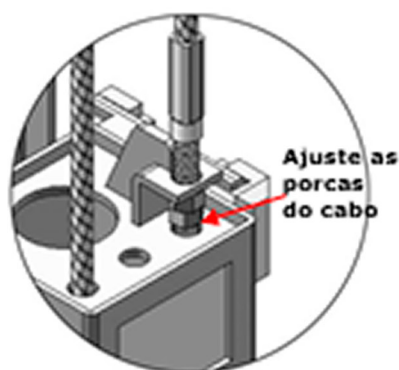

Fig.48
1. Ajuste do cabo síncrono (Veja a Fig. 48)